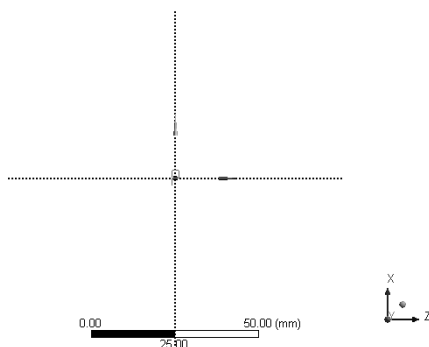

图 14-49 草绘
Step4：单击 **Circle**（圆）按钮，此时按钮变成凹陷状态，表示本命令已被选中，将鼠标移动到绘图区域中的原点上，此时会出现一个 P 提示符，表示即将创建圆形的圆心在坐标中心上，如图 14-49 所示。